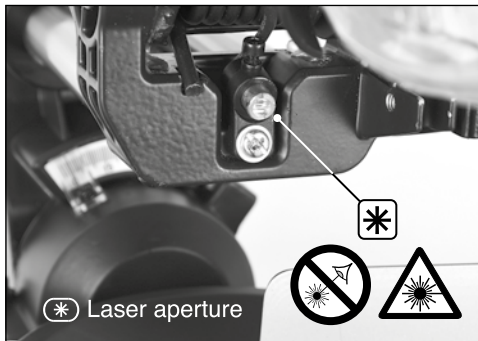

Fig. 16
6.15 Laser Guide – Figs.16 – 17